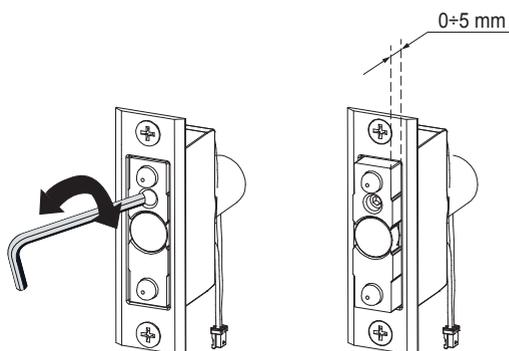

Fig. 2
3. Adeguare la sporgenza dello Stato porta alla distanza tra anta e telaio agendo sulla vite di regolazione (Fig. 2)